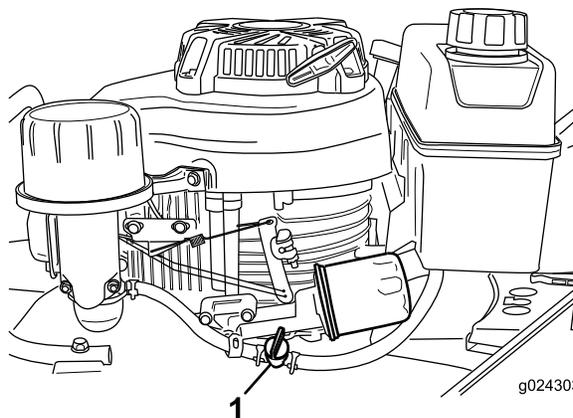

Figure 13
2. Ouvrez le robinet d'arrivée de carburant (Figure 13).
Remarque: Fermez le robinet d'arrivée de carburant (Figure 13) si vous ne prévoyez pas de démarrer le moteur tout de suite après.